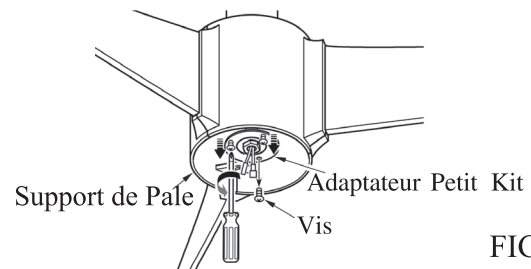

FIG.13
- Retirer 1 des 3 vis sur l'adaptateur du kit d'éclairage, et desserrer juste les 2 autres vis. (Voir fig.13)